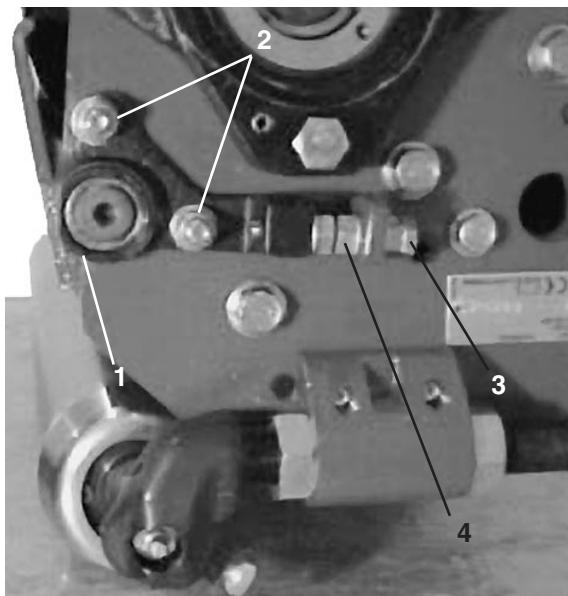

Bild 5
5. Lockern Sie die Sicherungsmuttern der Gelenknabe so weit, daß sich die Gelenknabe bewegen läßt (Bild 5)
6. Wenn das Papier an der linken Seite nicht geschnitten wurde, lockern Sie die untere Einstellmutter an der Gelenknabe. Dann drehen Sie die obere Einstellmutter im Uhrzeigersinn, um die Gelenknabe hochzuziehen. Wenn das Papier dagegen an der rechten Seite nicht geschnitten wurde, lockern Sie die obere Einstellmutter an der Gelenknabe. Dann drehen Sie die untere Einstellmutter entgegen dem Uhrzeigersinn, um die Gelenknabe abwärts zu ziehen (Bild 5).